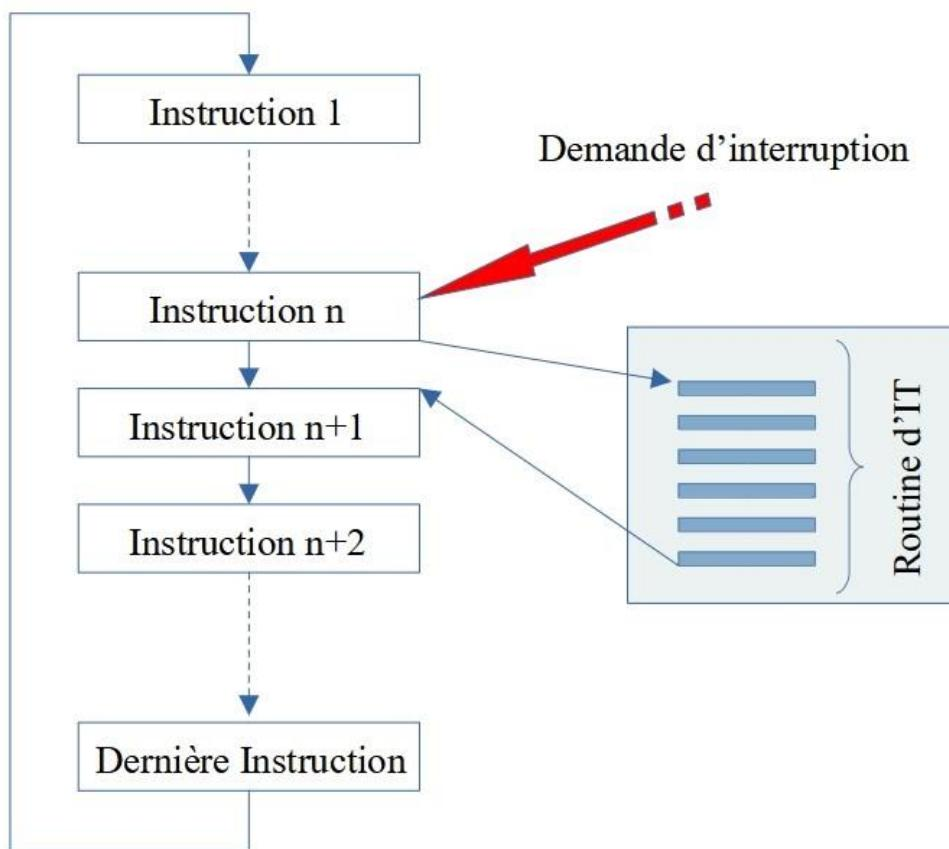

Figure 51 : Mécanisme d'interruption
De façon plus générale, une interruption (IT) est constituée par un événement externe au programme en cours d'exécution. Lorsqu'une interruption survient, si elle est prise en compte, le programme en cours d'exécution est interrompu et le microcontrôleur exécute alors un programme particulier appelée routine d'interruption, avant de redonner la main au programme interrompu (cf. Figure 51).